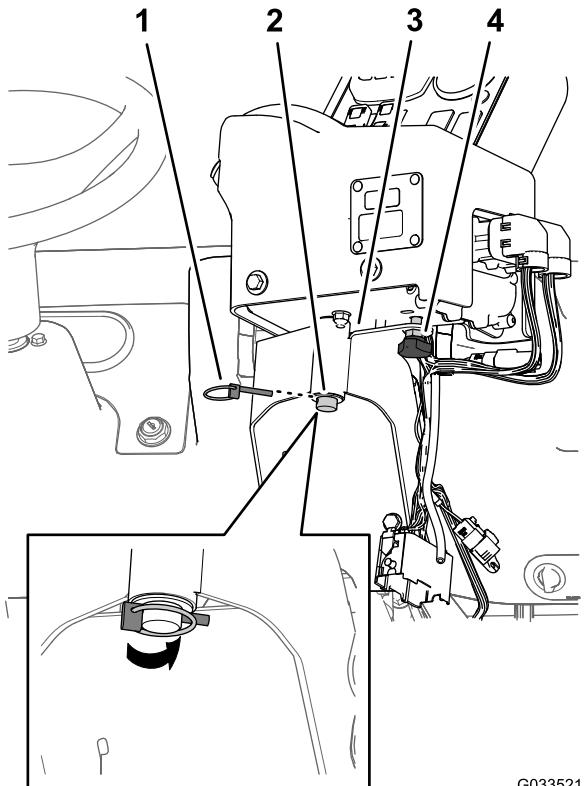

Figura 19
2. Instale a consola de controlo no suporte de montagem de controlo e prenda a consola utilizando o pino do clipe de mola (Figura 19).
| 3. Instale o botão manual e aperte-o para evitar que a consola rode durante a operação (Figura 19). | |